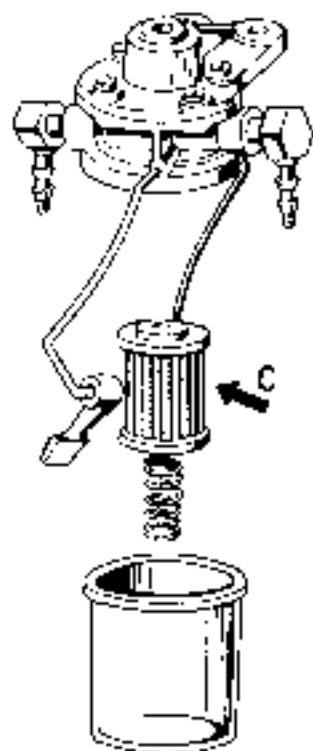

Fig. 29
- 1 filtro benzina (Fig. 29-C) si installa nel vano motore sul lato destro. Controllare la pressione dell'acqua benzina montando a valle del filtro, un manometro con un raccordo a tre vie. La pressione deve essere di circa ml. 1,5 di acqua.
- one fuel filter (Fig. 29-C) placed in the engine bay, on the right. Check fuel pressure by a three-way manometer. Pressure should be about 1.5 water meters.
Sostituire il filtro nella valvola regolatrice (Fig. 29).
Change the filter in the (fuel) valve (Fig. 29).